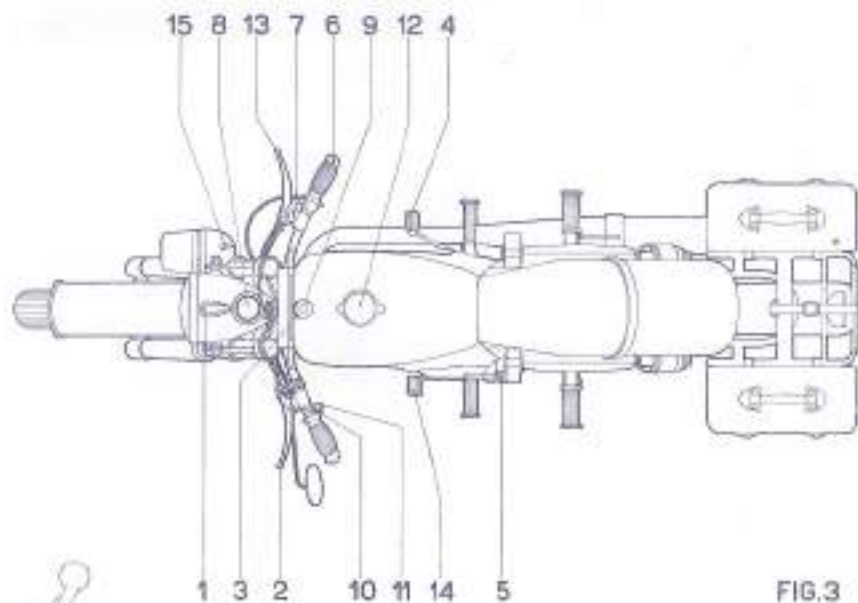

FIG. 3
3.1 Anordnung der Bedienungshebel, (Fig. 3)
3.1 Disposition des commandes (fig.3)